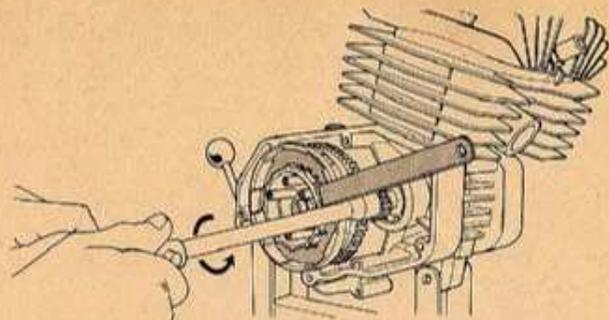

FIG. 16 Rimozione dado pignone motore
13) USANDO l'apposita chiave di fermo (cod. 05.0306.0 per frizione senza tamburino) (cod. 05.0326.0 per frizione con tamburino) e una chiave a «T» da 17 mm rimuovere il dado fissaggio pignone motore (fig. 16).